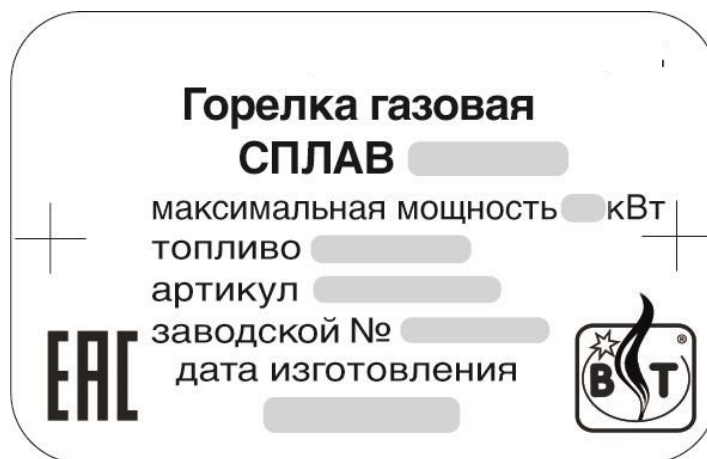

Рисунок 5 – Шильдик горелки СПЛАВ 2хх
2.3.3 Конструктивное исполнение, номинальная мощность, вид газа и дату изготовления смотреть на шильдике прибора, представленном на рис. 5.